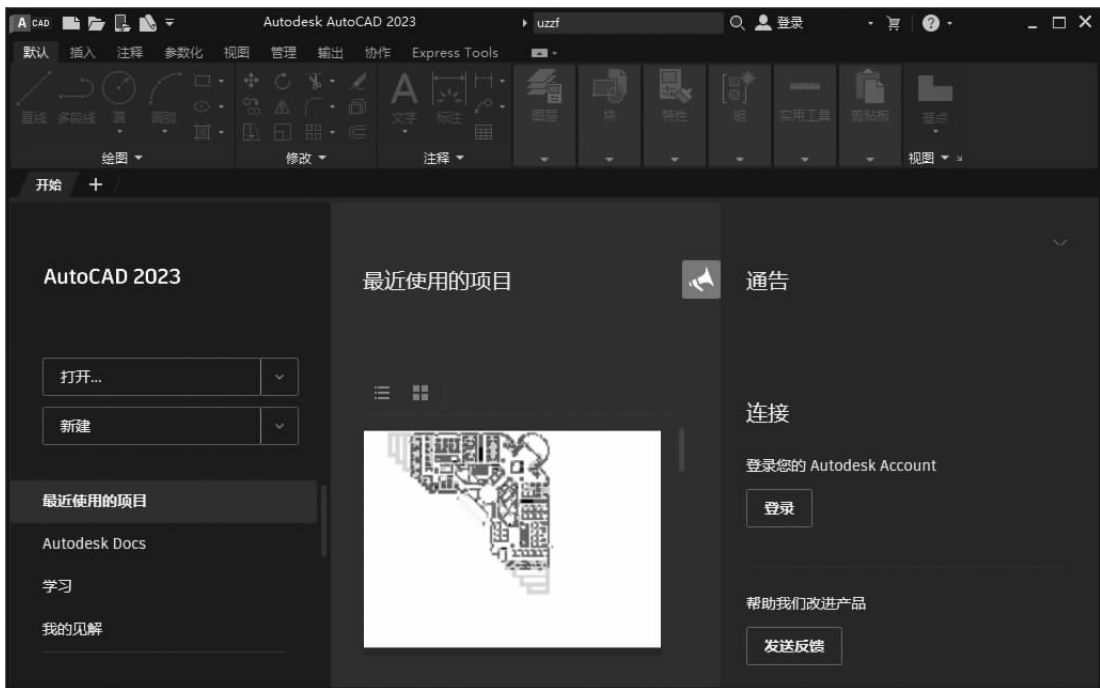

图 1-5 AutoCAD 2023 的访问界面
(4) 双击桌面上的快捷图标打开 AutoCAD 2023, 单击“激活”按钮, 软件激活完成, 打开访问界面, 如图 1-5 所示。